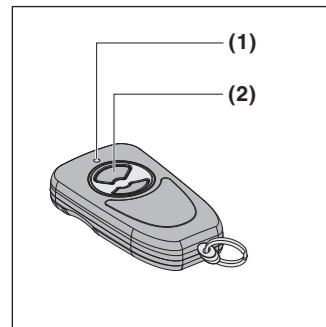

Fig. 1
2 Gerätebeschreibung (Fig. 1)
4.2 Den Handsender verwenden (Fig. 1)
- Die Taste (2) am Handsender drücken. Die mit der Taste verbundene Funktion (z. B. Tor auf / zu) wird ausgeführt.
2 Description de l'appareil (fig. 1)
4.2 Utilisation de l'émetteur (fig. 1)
- Appuyez sur la touche (2) de l'émetteur. La fonction liée à cette touche (par exemple ouverture/fermeture de la porte) s'exécute.
2 Beschrijving van het toestel (fig. 1)